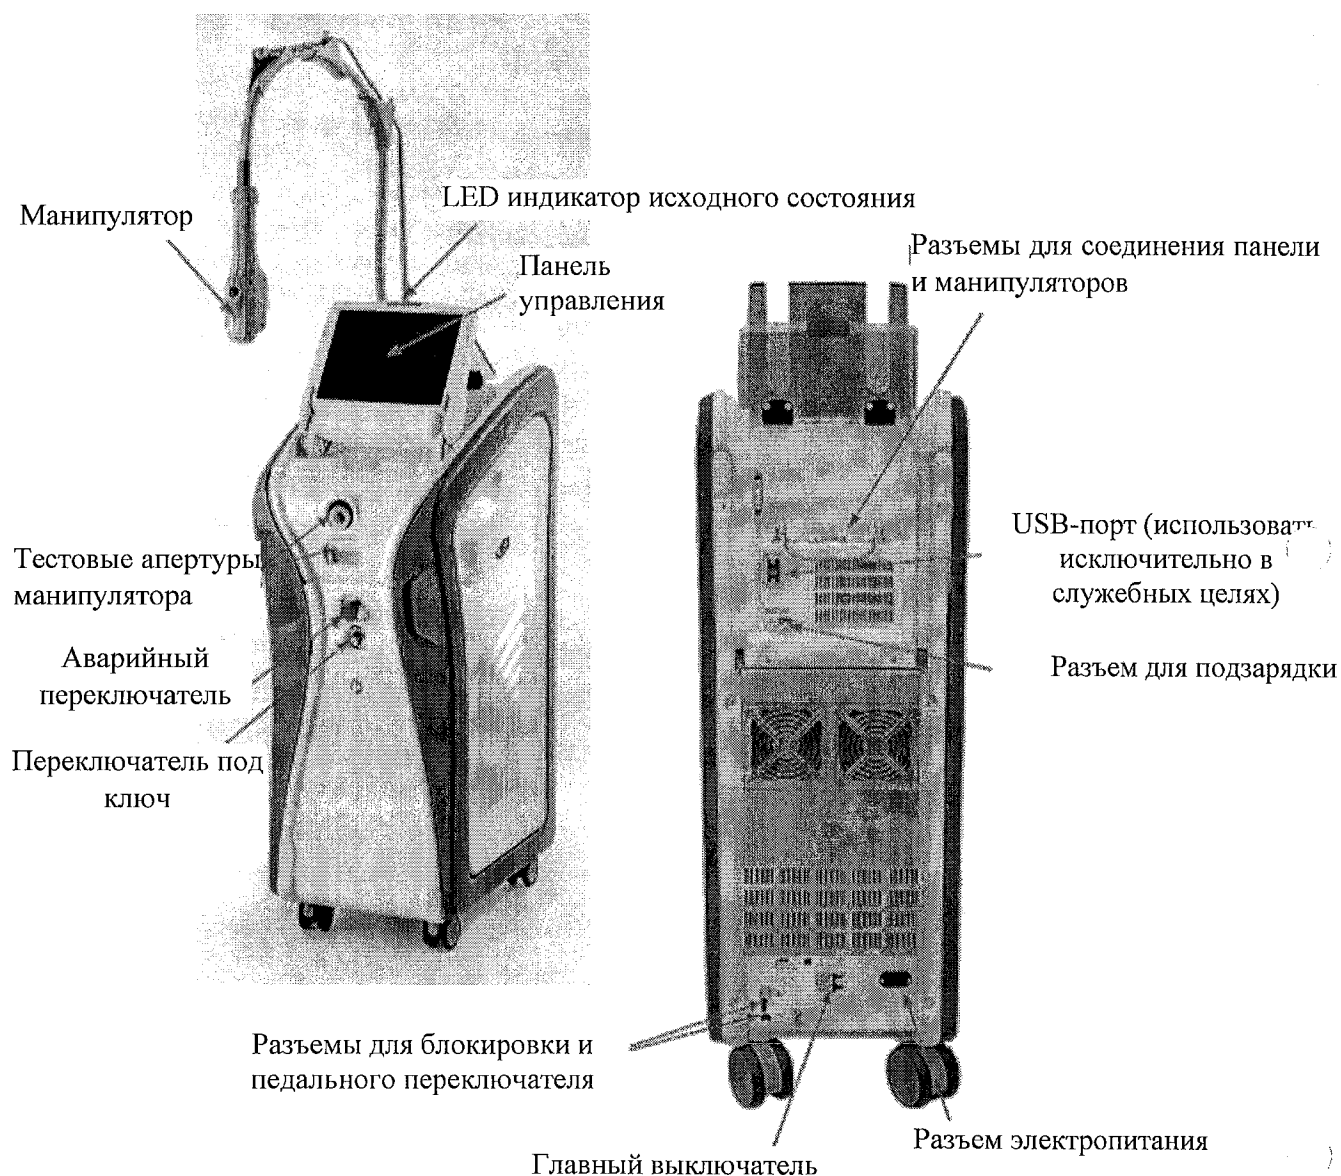

Рис.3 – Главные наружные части системы
- когда манипуляторы не используются, они должны храниться в специально предназначенной таре, находящейся в правильном положении (см. Рис.3 на стр.19) во избежание нанесения травм в результате непреднамеренного излучения;